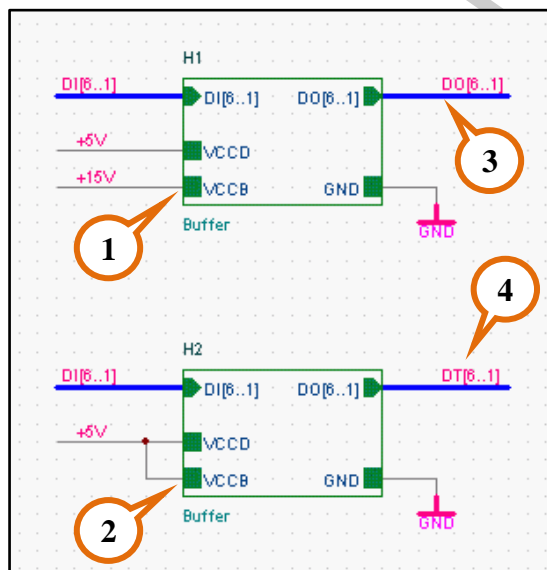
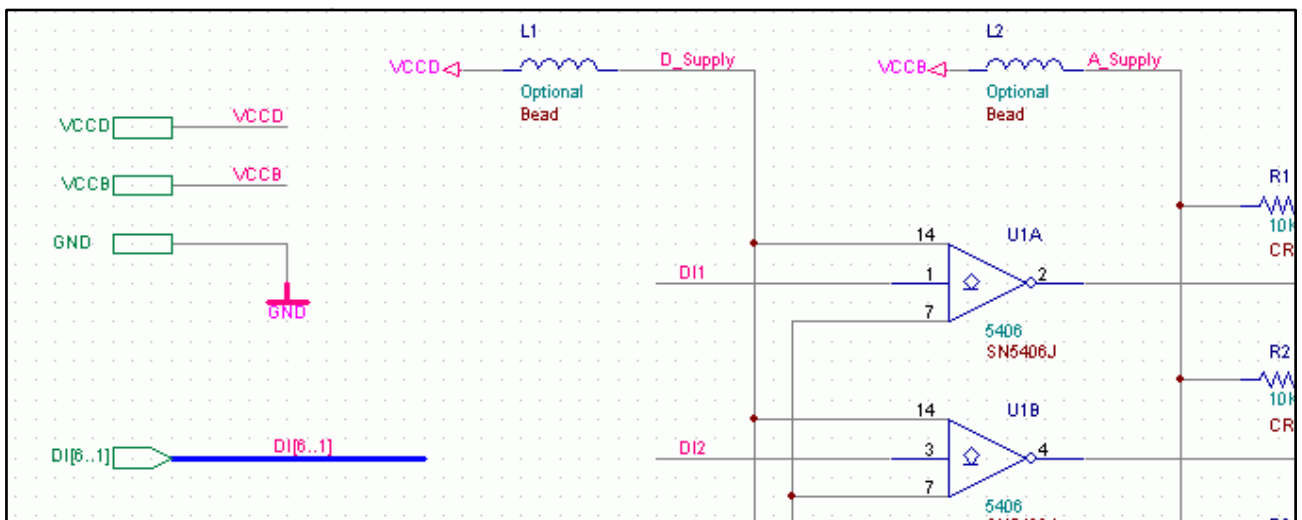

рис. 10-50
рис. 10-51
На схеме (рис. 10-50) имеется два одинаковых иерархических блока (рис. 10-51) (две подпрограммы). Разница заключается в том, что они получают разное напряжение питания (разные параметры). В первом случае, ко входу VCCB подключена цепь +15V (рис. 10-50,
①). Во втором случае – +5V (рис. 10-50, ②).
Соответственно, выход каждого из блоков «возвращает разные данные», и выходной порт DO[6..1] блока H1 подключён к шине DO[6..1] (рис. 10-50, ③), а блока H2 – к шине DT[6..1] (рис. 10-50, ④).